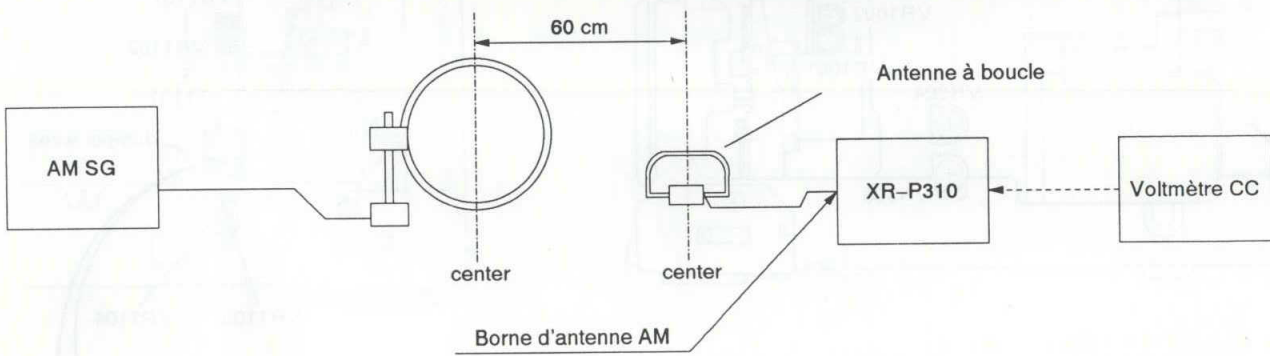

Fig. 8-2. Diagramme de Connexion de Réglage AM
- Raccorder comme indiqué sur la figure 8-2.